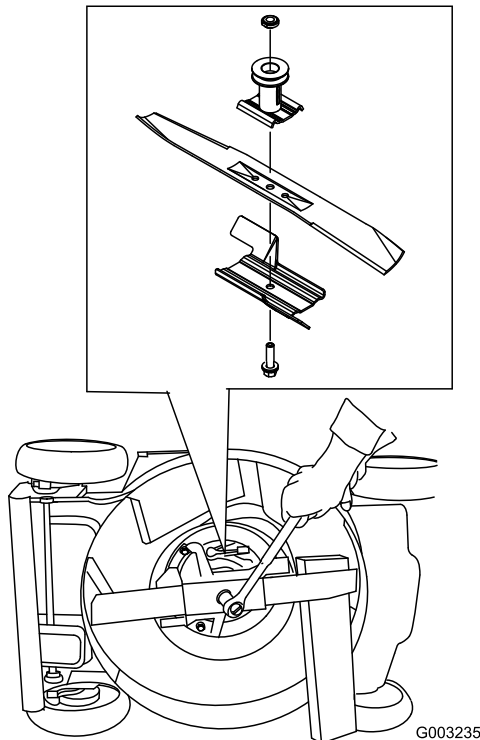

Figure 41
3. Immobilisez la lame avec un morceau de bois (Figure 41).